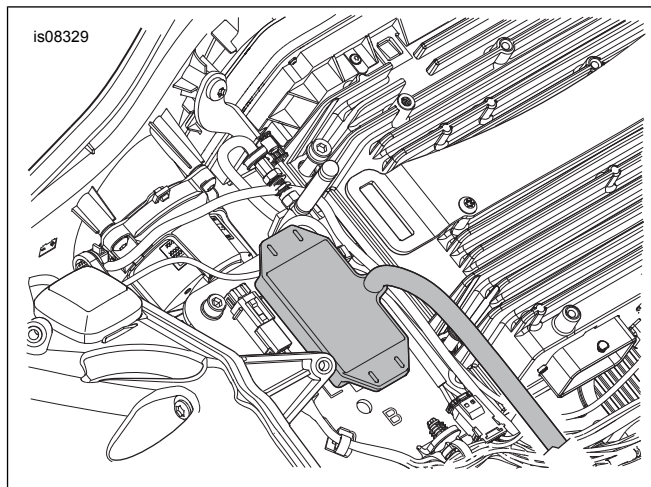

Figure 16. Pag-mount ng Transmitter (Mga 2017-Mas Bagong FLTR Touring na Modelo)
2. Figure 16 . Tanggalin ang pamprotektang tape mula sa pandikit na likuran ng foam pad sa transmitter.